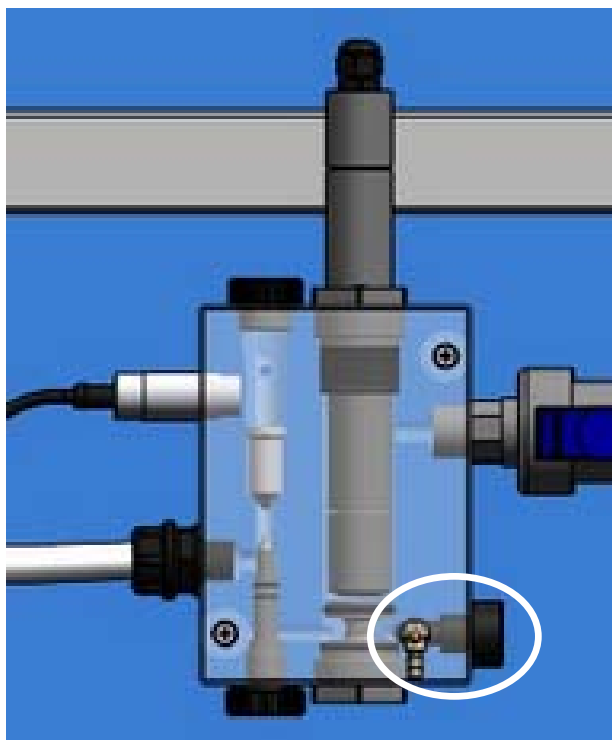

Fig. 13
1. Pour prélever un échantillon d'eau au niveau de la vidange du porte-sonde, vous devez tourner la molette située en bas à droite comme illustré sur la Fig. 13.